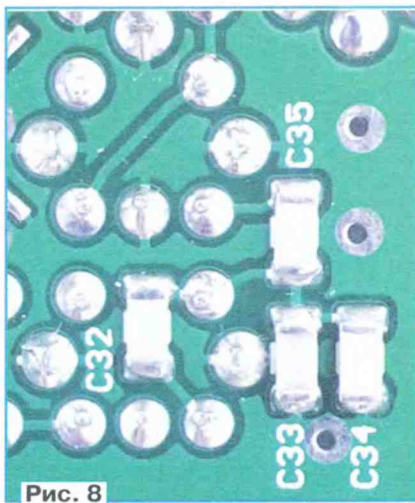
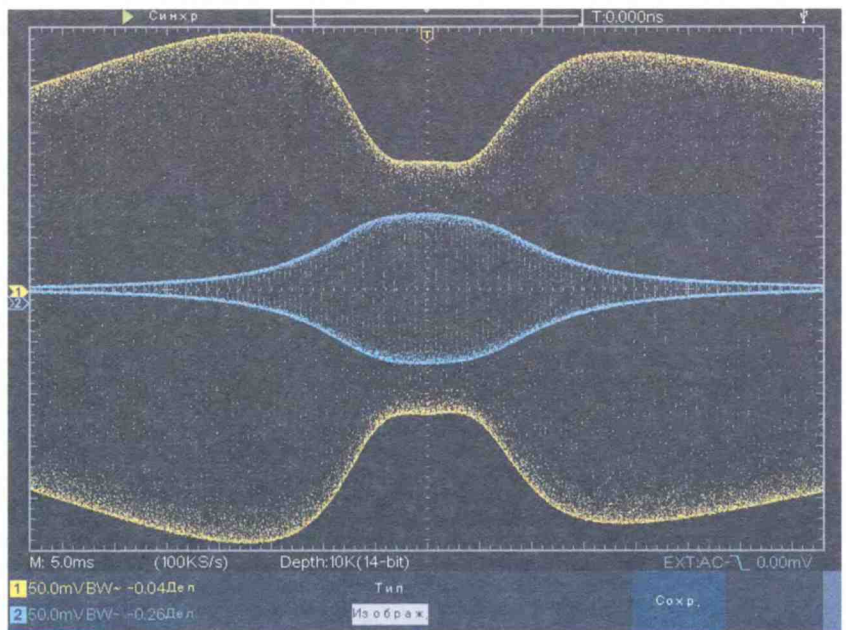

Рис. 8
Рис. 9
Монтируют элементы фильтра ПЧ (рис. 8). Для изготовления катушек L11 и L12 использованы высокие многосекционные каркасы Q-3966 (или Q-4157), содержащие 25(27) витков обмоточного провода диаметром 0,1 мм в верхних пяти секциях каркаса. Индуктивности этих катушек должны быть по 9 мкГн с резервом подстройки. Сигнал от источника с импедансом 60 Ом подают на КТ2, сигнал снимают с КТ5 (или КТ6) с импедансом 25 Ом. Настраивают АЧХ в соответствии с рис. 9 (масштаб — 500 кГц/дел).